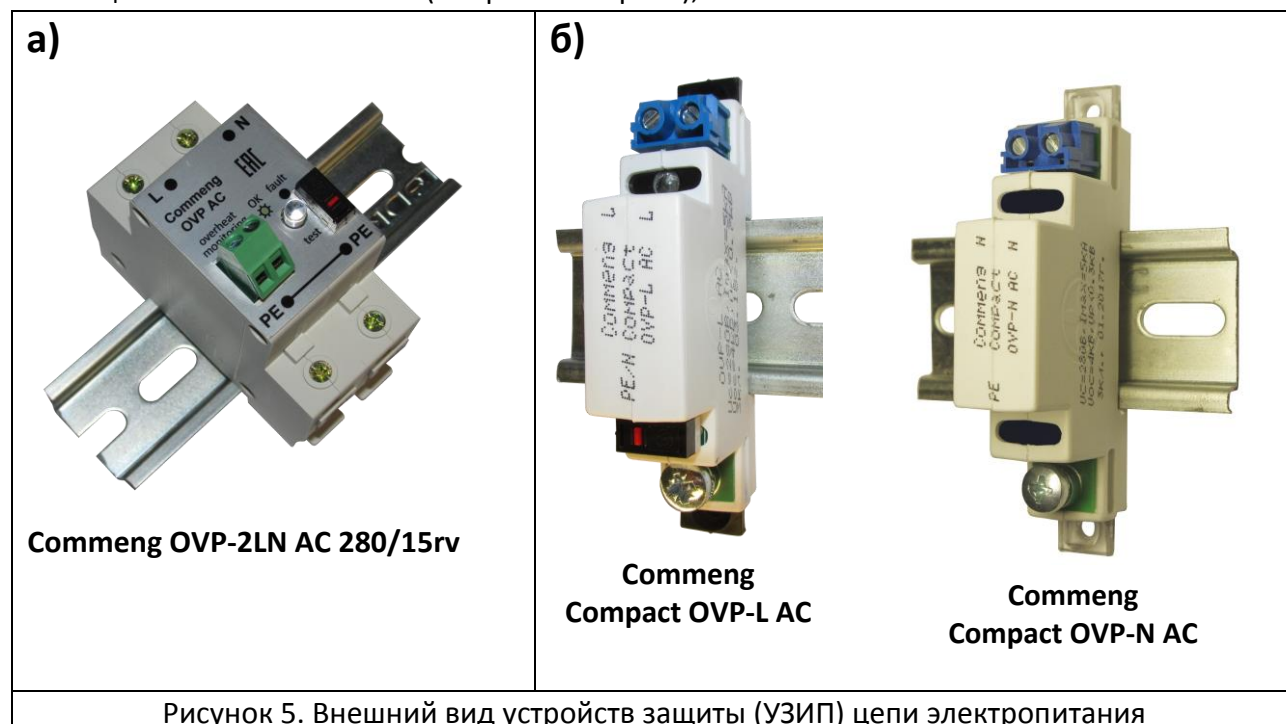

Рисунок 5. Внешний вид устройств защиты (УЗИП) цепи электропитания
а) УЗИП **Commeng OVP-2LN AC 280/15rv** (см. рис. 5а).
- **Commeng Compact OVP-L AC280** - устанавливается между проводниками фазным L и защитного заземления PE (см. рис. 5б слева);
- **Commeng Compact OVP -N AC280** - устанавливается между проводниками нейтральным N и защитного заземления PE (см. рис. 5б справа);